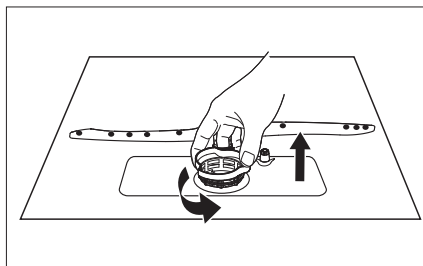

Fig. 19
- Ruotare il filtro a maglie larghe (a) in senso antiorario ed estrarlo dal filtro principale (vedere la **fig. 19**).